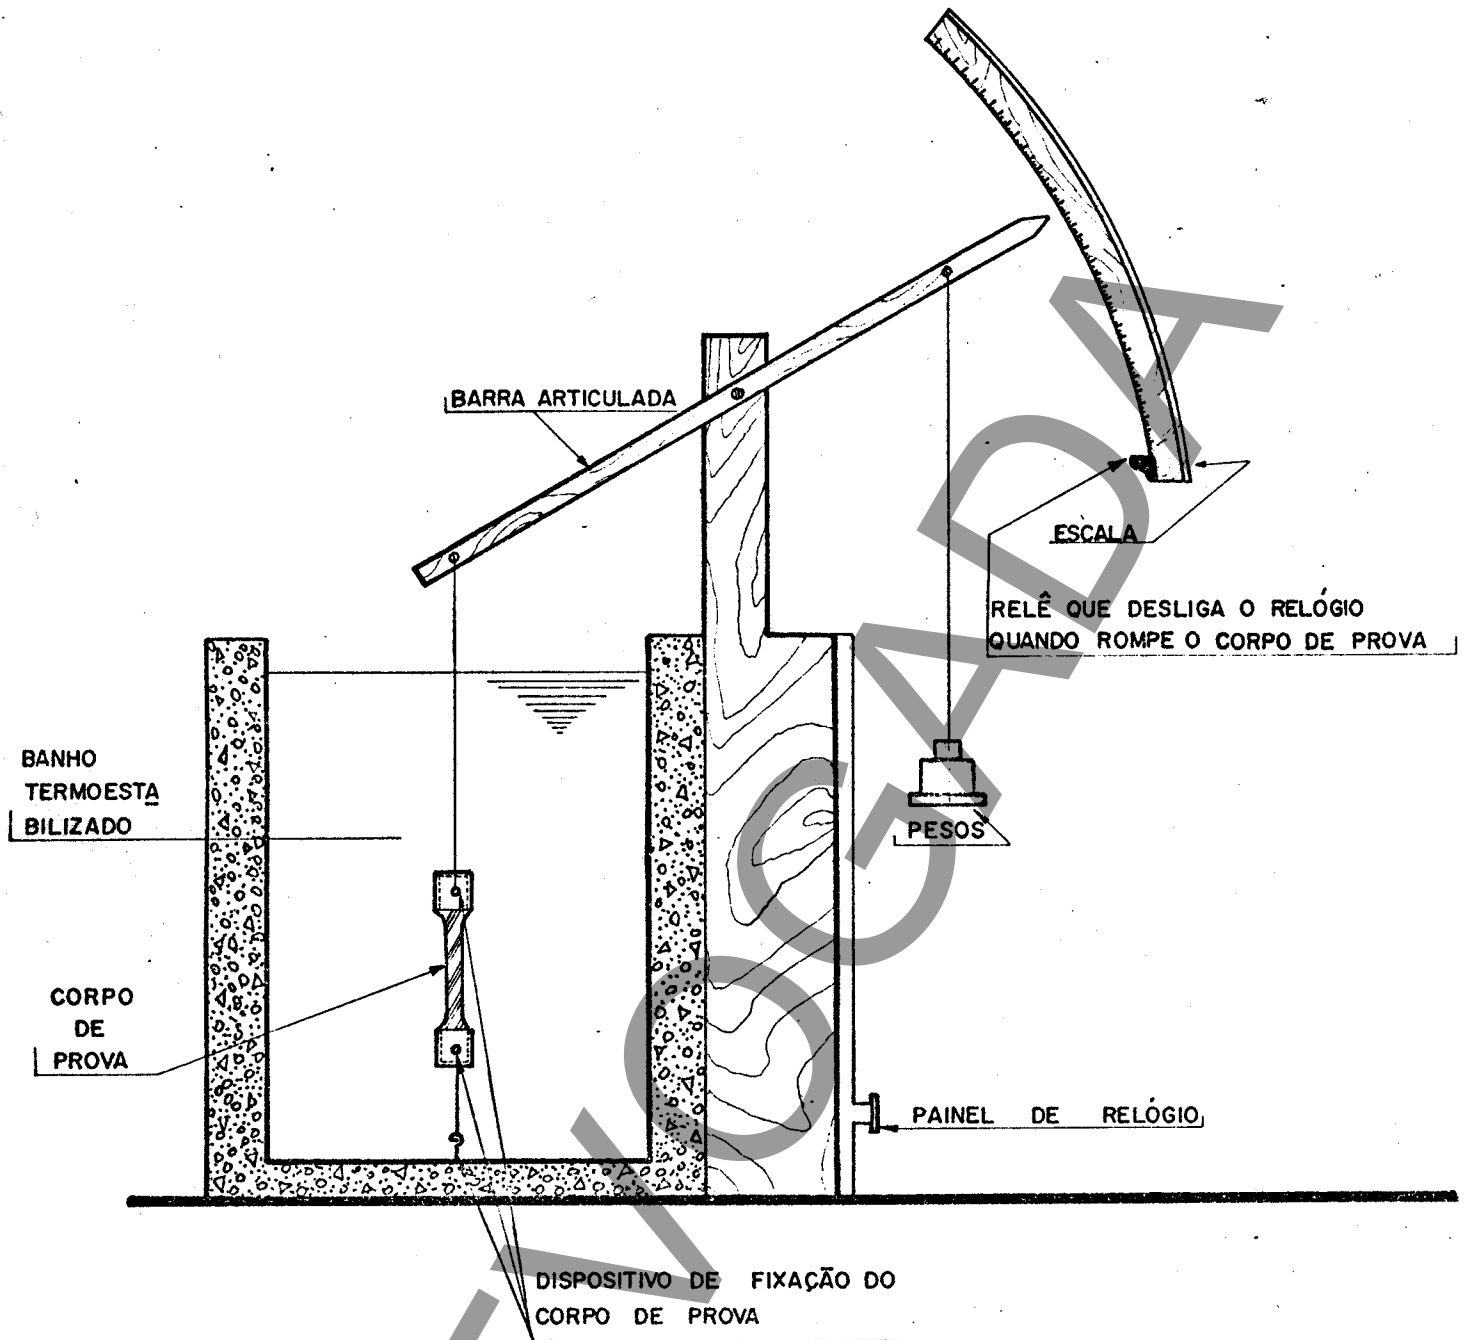

FIGURA 1 - Exemplo de aparelhagem para o ensaio em banho
3.4 Banho de água, conforme Figura 1.